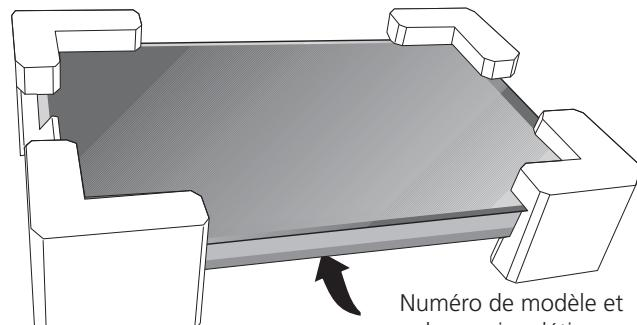

Figure 3
2. Il faut brancher l'appareil au panneau de distribution en utilisant des câbles flexibles à gaine métallique ou non métallique. On doit brancher directement à la boîte de jonction le câble gainé flexible de l'appareil. Il faut installer la boîte de jonction tel qu'illustre à la Figure 3 en laissant autant de lâche que possible dans le câble entre la boîte et l'appareil, pour en faciliter le déplacement si l'entretien s'avère nécessaire.